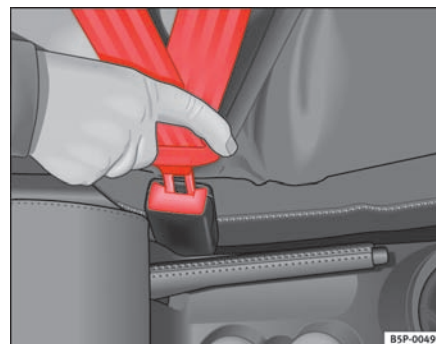

Fig. 11 Sikkerhedsselens selelås og låsetap
- Stik låsetappen ind i den selelås, der hører til den pågældende siddeplads. Du skal kunne høre, at den går i hak ⇒ side 23, fig. 11.